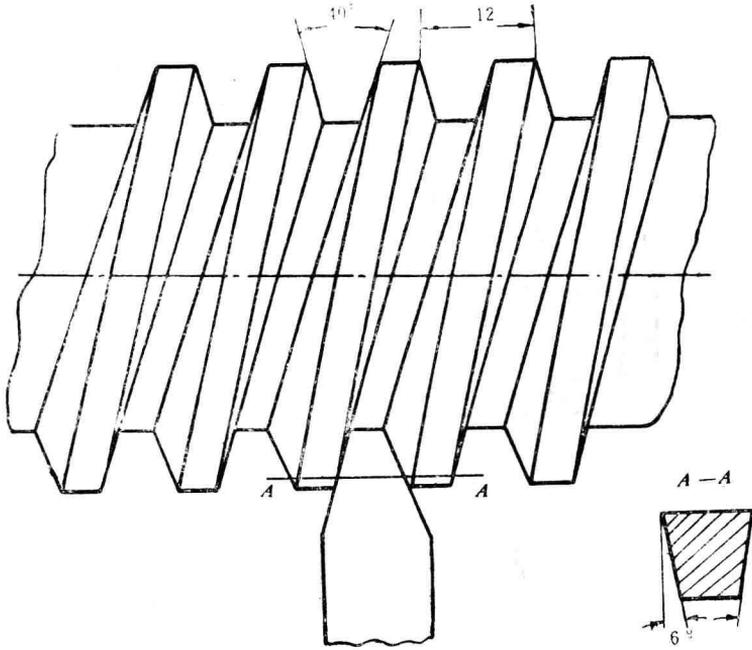

图5 左旋梯形螺纹
14. 车削如图 5 所示的导程  $T = 12\text{mm}$ 、螺纹外径为  $\phi 50\text{mm}$  的左旋梯形螺纹。刃磨的车刀角度是: 牙形角  $= 40^\circ$ 、 $\gamma_o = 0^\circ$ 、 $\alpha_{o左} = \alpha_{o右} = 6^\circ$ 、 $\lambda_s = 0^\circ$ , 试分析这把螺纹车刀的